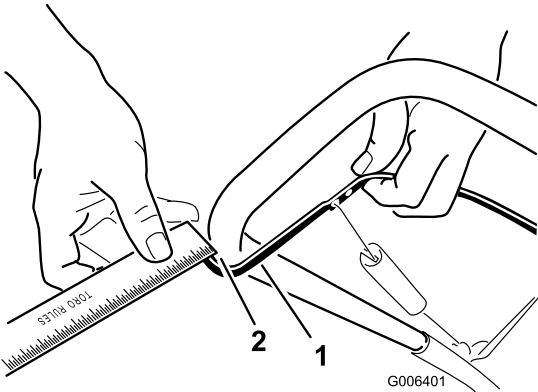

图25
朝着手柄方向，向后移动控制杆，以消除控制电缆的松弛（图25）。
**注意：** 确保控制杆与手柄之间的间距为 2~3mm（图25）。
2. 需要时，将 Z 型接头在调节器拉杆上向上或向下移动一个孔，使控制杆与手柄之间的间距达到 2~3mm（图25）。